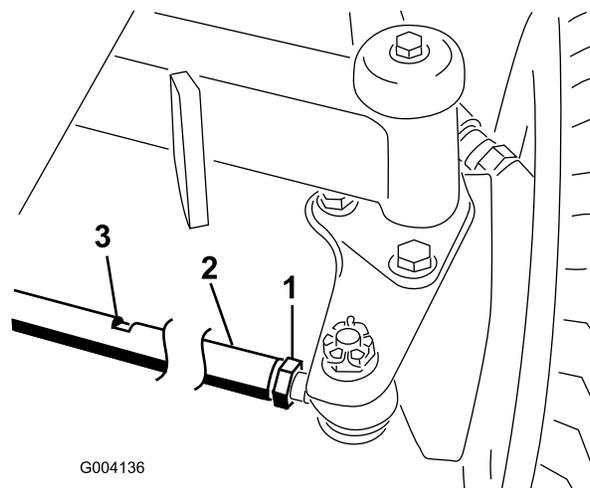

Рисунок 59
2. Ослабьте контргайку с каждой стороны тяги (Рисунок 59).